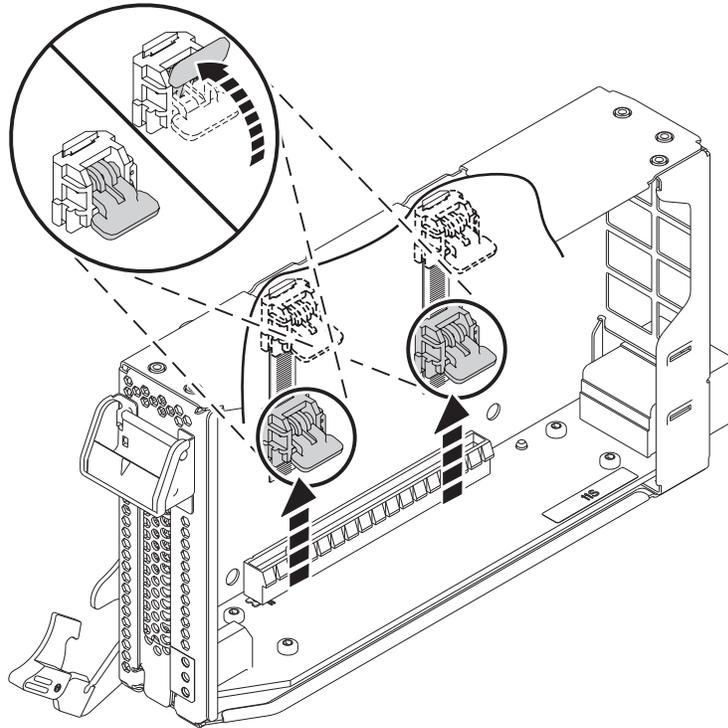

図 28. カセット・ラチェットのアンロック
- a. 30 ページの図 28 に示すように両方のカセット・ラチェットを回転させて、それらをアンロックします。
- b. 30 ページの図 28 に示すように、カセット・ラチェットをカセットの上端まで押し上げます。